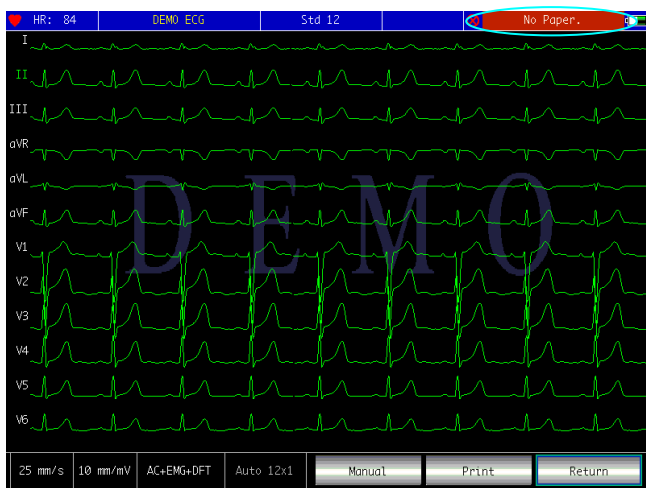

Figura 6-2 Avviso per mancanza di carta
6.1.3 Se la carta da stampa si esaurisce durante una stampa, il dispositivo arresterà automaticamente la stampa e il display mostrerà un avviso per la mancanza di carta, come mostrato nella Figura 6-2.